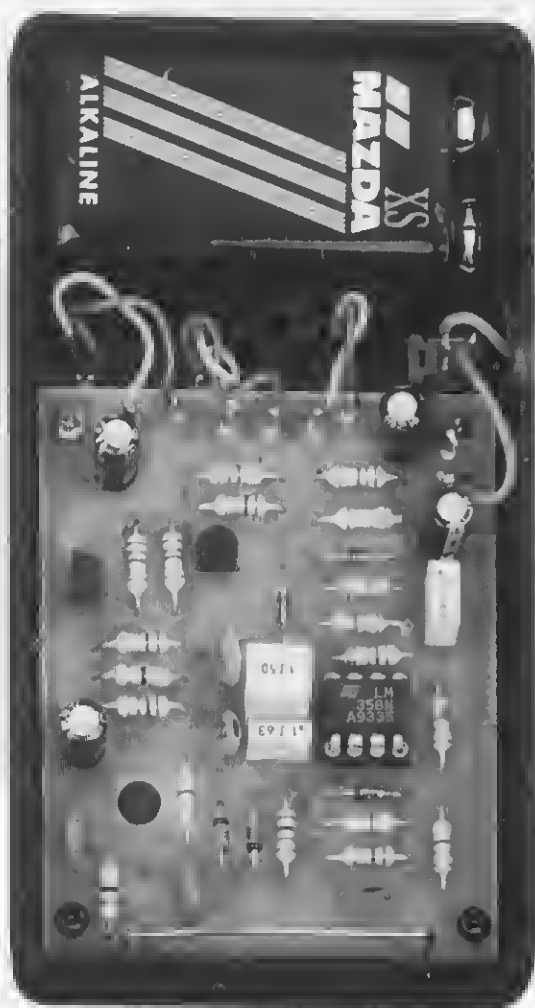

Fig.1 Foto sensibilmente ingrandita del progetto già inserito all'interno del suo mobile. In basso il filo ad U della spira captatrice.
Con del filo isolato di plastica abbiamo eseguito un semplice **impianto elettrico** (vedi fig.1) e per fissare le estremità del cordone di rete per i **220 volt** abbiamo usato due mammuth.
**Fig.1** Su una piccola tavoletta in legno delle dimensioni di 12 x 47 cm abbiamo fissato a sinistra il reattore e a destra lo starter. Assieme alla lampada forniamo anche i due portalampada miniatura che fisserete con viti in legno sulla tavoletta alla distanza richiesta. Nel disegno si nota chiaramente come dovete effettuare il semplice schema elettrico.